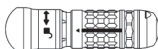

Figure 6
3. Tenir la pièce à main fermement dans une main et, avec l'autre main, pousser et tourner le manchon de dégagement de l'accessoire jusqu'à ce que la flèche soit alignée sur le symbole de déverrouillage (Figure 6).
5. Tenir la pièce à main fermement dans une main et, avec l'autre main, pousser et tourner le manchon de dégagement de l'accessoire jusqu'à ce que la flèche soit alignée sur le symbole de déverrouillage (Figure 6).